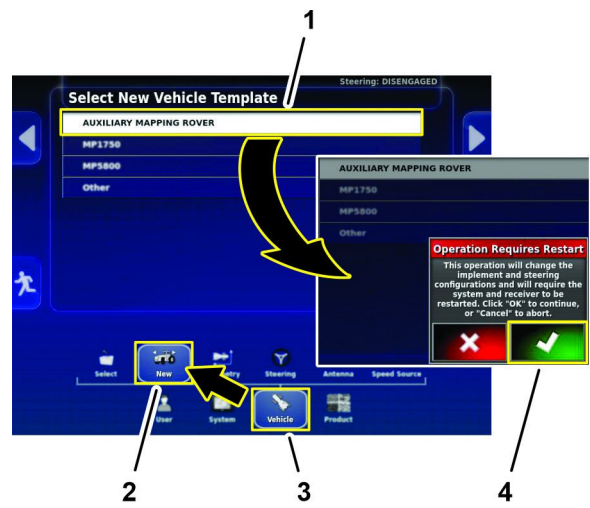

Рисунок 185
3. На экране настроек нажмите на значок МАШИНЫ и затем на значок «НОВАЯ» (Рисунок 185).
4. На странице шаблона выбора новой машины нажмите на значок «ВСПОМОГАТЕЛЬНАЯ МАШИНА ДЛЯ ПОСТРОЕНИЯ КАРТЫ» (Рисунок 185).
5. Если для работы необходим перезапуск диалогового окна, нажмите на значок подтверждения (Рисунок 185).